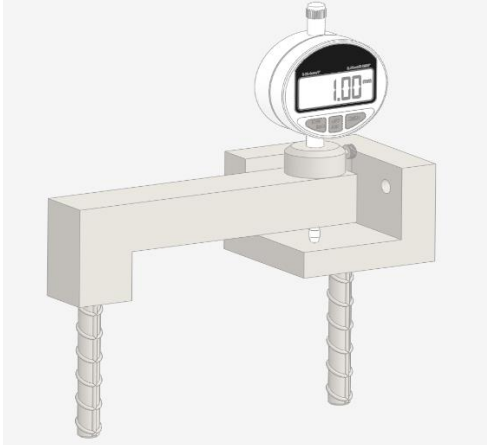

Рис. 3 – Проведение измерений смещений в следствии раскрытия трещины.
2.2 Проведите измерение смещения кронштейна относительно опоры, последовательно устанавливая индикаторную головку в трех посадочных отверстиях по трем осям, как показано на рис.3.